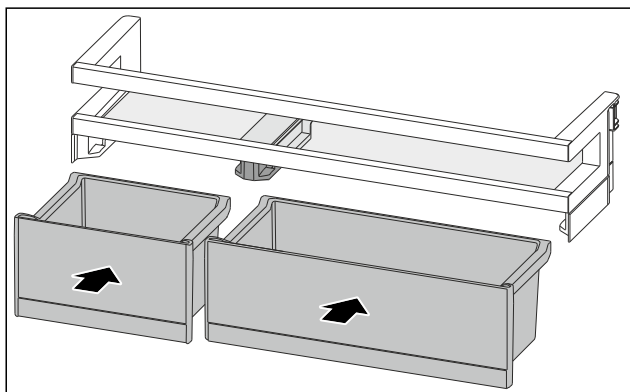

Fig. 90
- ▶ Umetnite kutije VarioBox izmijenjenim redoslijedom. (pogledajte Fig. 90)